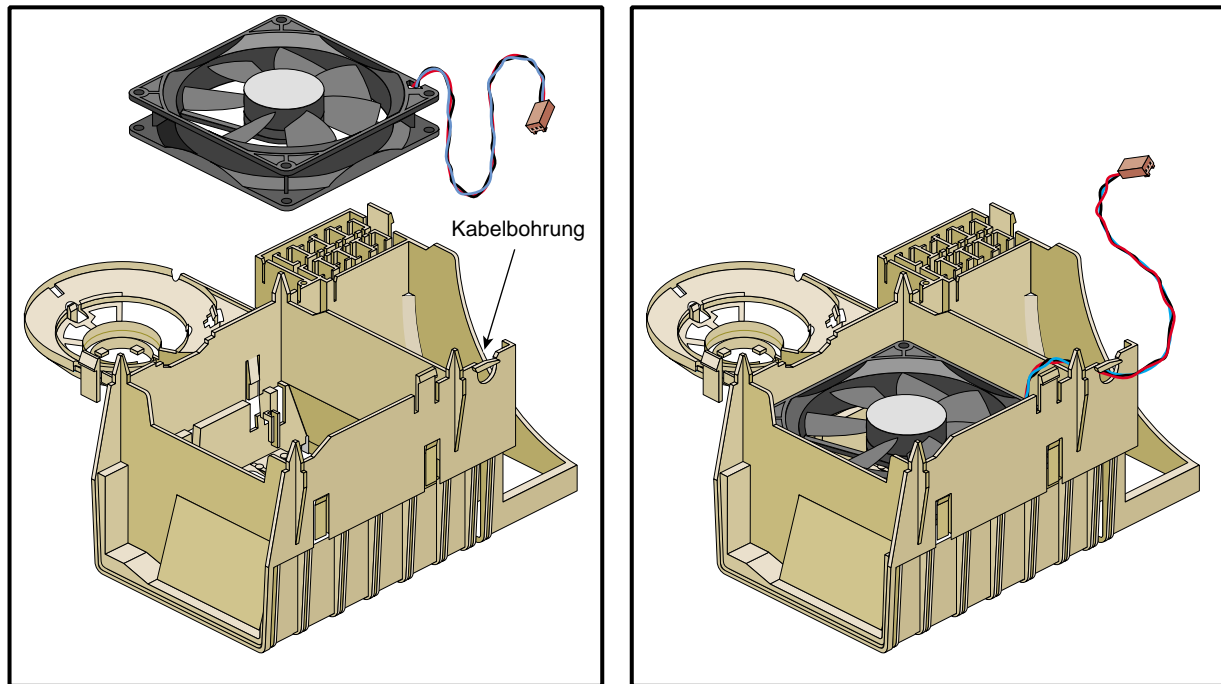

Abbildung 2-16 Installieren des Lüfters im Kunststoffrahmen
2. Setzen Sie den Lüfter in sein Gehäuse ein. Setzen Sie den Lüfter so ein, dass sich das Lüfterkabel wie in Abbildung 2-16 gezeigt neben dem Schlitz im Kunststoffrahmen befindet.
4. Führen Sie den Kabelanschluss und das Kabel wie in Abbildung 2-16 gezeigt durch die Aussparung neben dem Kabelschlitz.